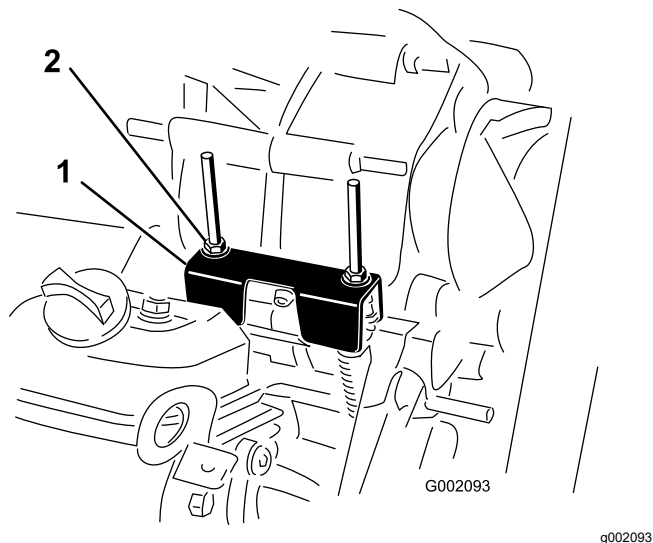

Рисунок 59
Прежде чем выполнять плановое техобслуживание и (или) диагностику двигателя, коробку передач необходимо переключить в положение НЕЙТРАЛЬ (Рисунок 59). У автомобиля есть положение НЕЙТРАЛЬ на рычаге переключения передач, которое включает нейтральное положение в трансмиссии. Выполните следующие действия, чтобы убедиться в правильной работе рычага переключения трансмиссии в нейтральном положении:
- Убедитесь, что кронштейн нейтрали находится в НЕЙТРАЛЬ положении (на уровне кронштейна крепления троса, расположенного под кронштейном переключения передач), повернув ведомое сцепление (Рисунок 59).
- Поверните одну из контргайек (Рисунок 59), чтобы получить зазор от 0,762 до 1,52 мм между нижней частью гайки/шайбы и кронштейном нейтрали.